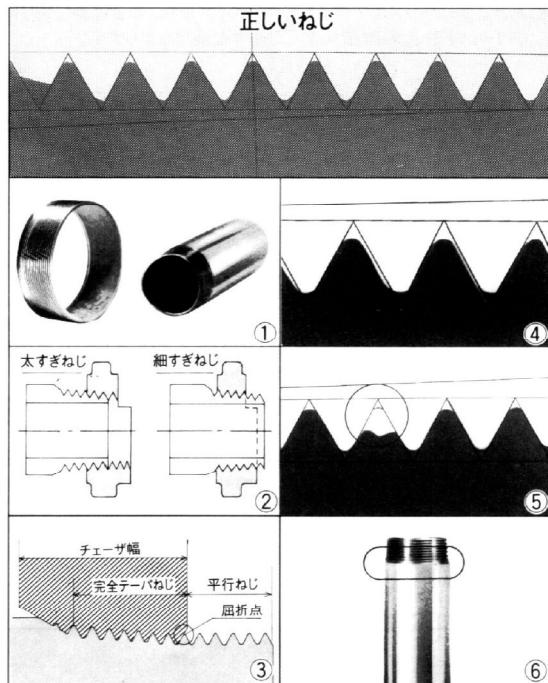

図51
##### ①多角ねじ (図51-①)
##### ②ねじ径の細すぎ、太すぎ (図51-②)
##### ③屈折ねじ (手動切上ダイヘッドの場合) (図51-③)
##### ④切られたねじの山ヤセ (図51-④)
##### ⑤切られたねじの山欠け (図51-⑤)
##### ⑥パイプに対してのねじの偏肉切れ (図51-⑥)